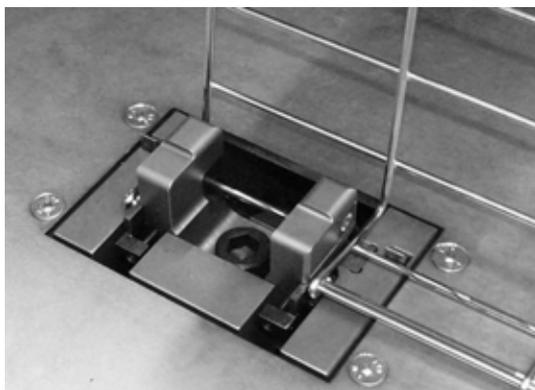

Figura 4.28 – Tagli doppi laterali
3. eseguire tutti i tagli doppi laterali (figura 4.28) seguendo la procedura descritta nel Paragrafo 4.3.2.5 “Taglio Testa/coda”;